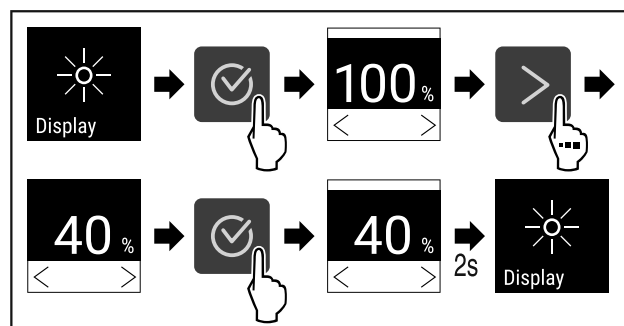

Fig. 82
- ▶ Obavite korake postupka (pogledajte Fig. 82).